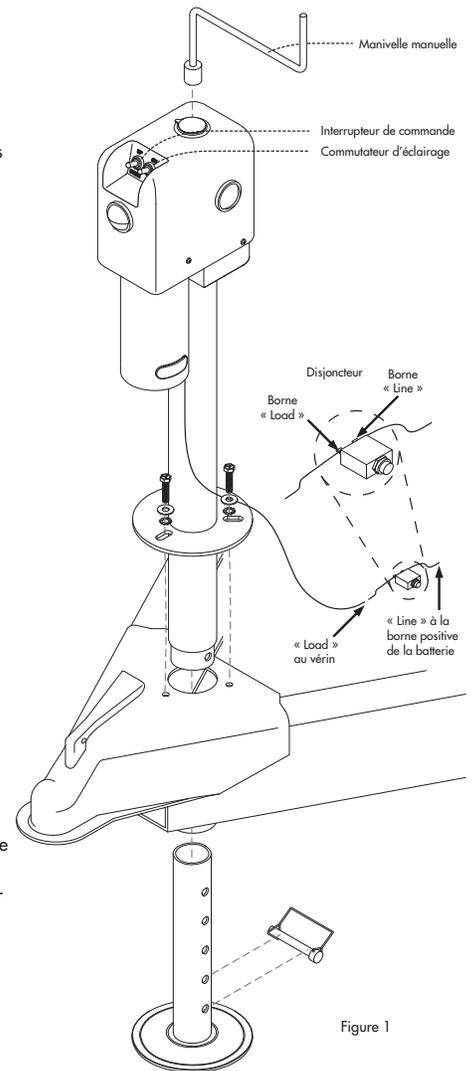

Figure 1
5. Fixez solidement le vérin en installant trois (3) boulons et rondelles 3/8" de calibre 5 avec filetage 16 UNC. Placez les rondelles éventails entre la rondelle plate et la plaque de fixation, comme le montre la figure 1. Elles ont été conçues pour pénétrer dans la peinture de la plaque de fixation et ainsi assurer un contact direct métal à métal. Les boulons devraient être serrés à un couple variant entre 15 et 20 pied-livre.